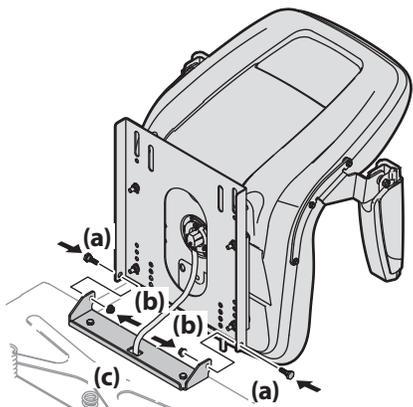

Figure 2-4
- Faites basculer le siège vers l'arrière en position de conduite et fixez-le avec les boulons et les écrous retirés à l'étape précédente. Prenez garde de ne pas coincer ou endommager le faisceau de câbles pendant que vous installez le siège. Voir Figure 2-4.